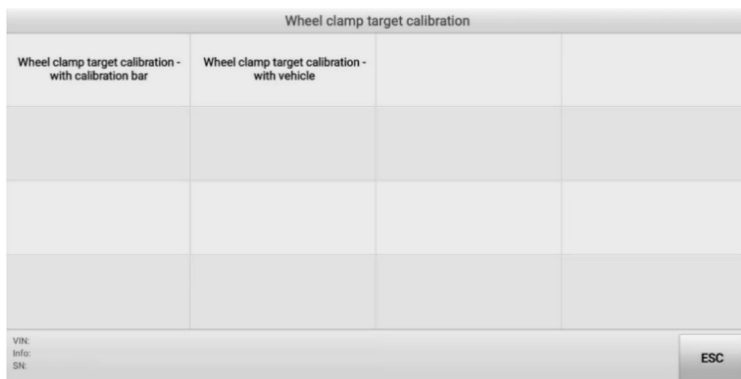

图 4-26 选择校准方法
2. 选择“车轮夹紧目标校准” 使用车辆。参见图 4-26。